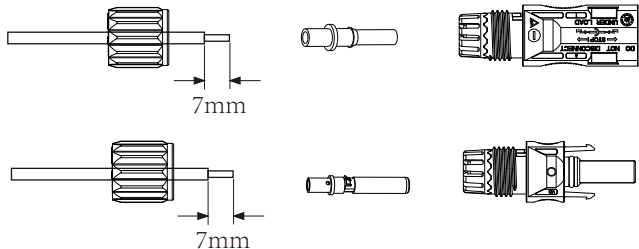

Figura 3.3 Desmontagem da porca de capa do conector
a) Desencape o isolamento do fio da bateria em 7 mm, desmonte a porca de capa do conector, passe um fio da bateria pela porca de capa do conector (veja a Figura 3.3). Repita o processo com o outro fio, prestando atenção especial à polaridade do conector.